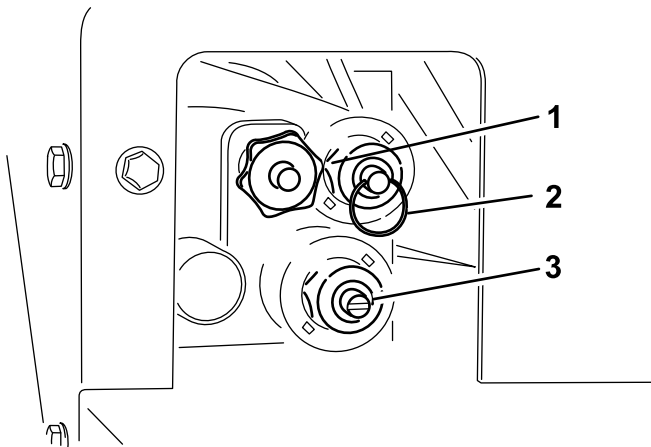

Bild 25
Der Zugang zur Übersteuerung befindet sich an der Fahrerseite der Hydraulikanlage (Bild 25).
- Drücken Sie den Ring am Ventilschafts hinein, um den Füllkasten anzuheben (Bild 25).
- Ziehen Sie am Ring am Ventilschafts, um den Füllkasten abzusenken (Bild 25).
- Sie können die Tellerstreuer-Geschwindigkeit (Bild 25) erhöhen, wenn Sie mit einem flachen Schraubenzieher nach rechts drehen, oder Sie können sie verringern, wenn Sie nach links drehen.
- Drehen Sie das Handrad nach rechts, um die Flurförderer-Geschwindigkeit einzustellen (Bild 25). Die maximale Geschwindigkeit für den Förderer wird im farbkodierten Betriebssystem gemacht, daher kann diese Einstellung ohne Hydraulikfluss vorgenommen werden. Dies ist besonders relevant, wenn die Fangbox mit Sand gefüllt ist.